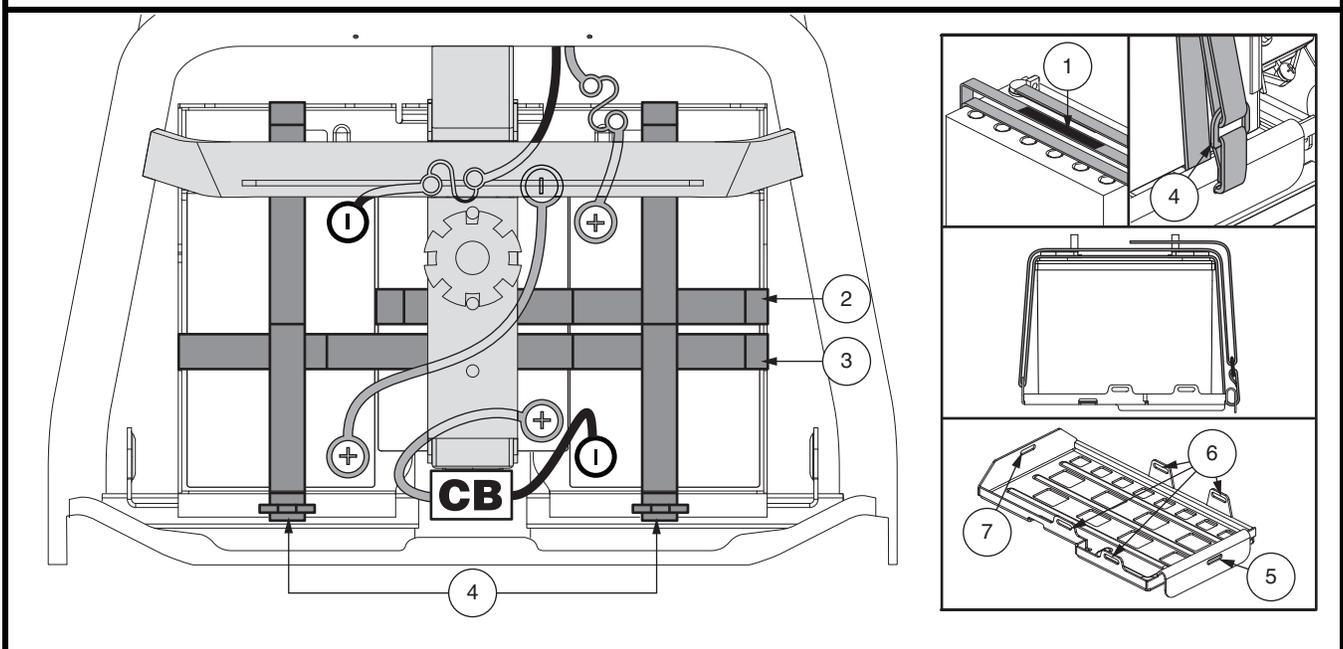

Figura 14. Amarre de baterías
**NOTA:** Los modelos usan cinchas para batería para fijar las baterías a los espacios destinados a las baterías. Por favor, vea **figura 14** para conocer los procedimientos de instalación de cinchas de batería.